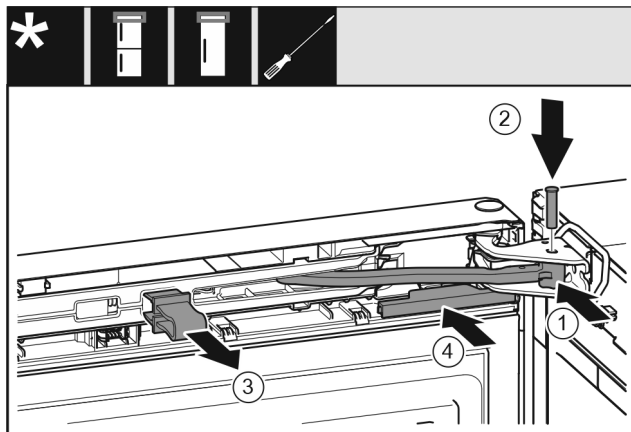

Fig. 21
- ▶ Ruotare il giunto articolato nel blocco di supporto. Fig. 21 (1)
- ▶ Inserire il perno nel blocco di supporto e nel giunto articolato. Fare attenzione che la camma di arresto sia correttamente in sede nella scanalatura. Fig. 21 (2)
- ▶ Rimuovere la protezione. Fig. 21 (3)
- ▶ Spingere la copertura. Fig. 21 (4)